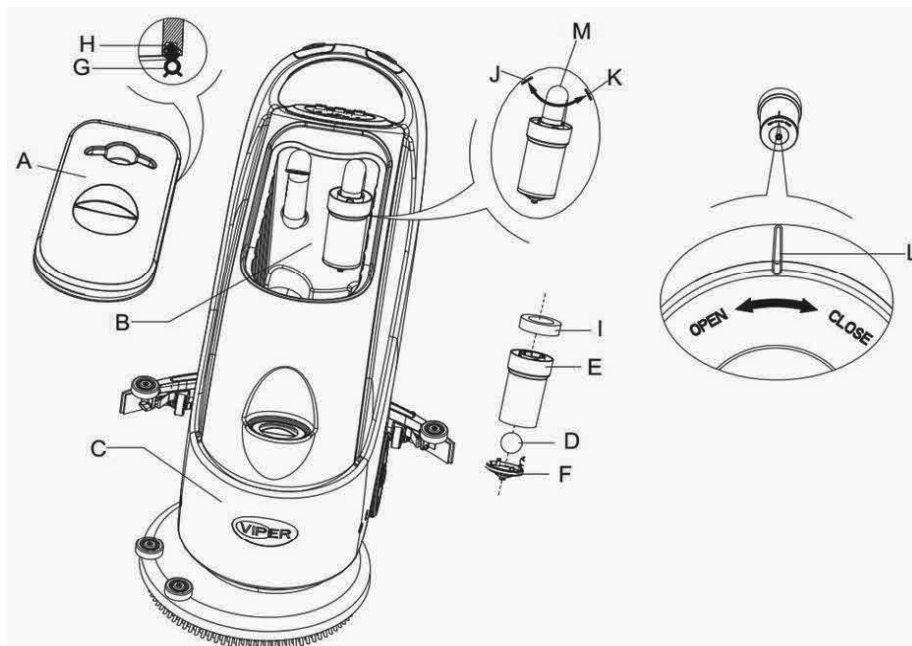

Рисунок 16
2. Переведите кнопку питания (41) в положение "0", чтобы отключить машину.
3. Откройте крышку бака для грязной воды (**A, Рисунок 16**) и снимите поплавковый предохранитель (36) с бака для грязной воды.
4. Промойте крышку (A), бак (B и C) и опору поплавого фильтра (E) чистой водой. Слейте всю воду из бака для воды через сливной шланг (15).
5. В случае необходимости откройте нижнюю крышку (F) поплавого фильтра, следуя указаниям символов "Открыто" и "Закрыто", как показано на **Рисунке 16**, и почистите поплавок (D), опорную раму (E), а также губчатый фильтр (I). После очистки зафиксируйте поплавок на опорной раме (E), а затем совместите маркировочный желобок (L) на нижней крышке (F) поплавого фильтра с маркировочным желобком (L) на опоре поплавого фильтра (E). Плотнo затяните нижнюю крышку (F) поплавого фильтра и зафиксируйте губчатый фильтр (I) на опоре поплавого фильтра (E) и затем на вакуумной трубке (M).
6. Проверьте герметичность уплотнительного кольца (G) крышки бака с водой.